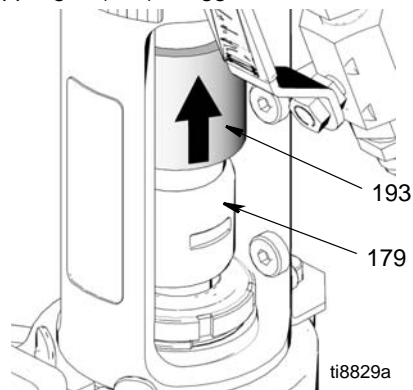

FIG. 15
5. (Fig. 15) Dra upp kopplingskåpan (193) så att stångkopplingen (179) friläggs helt.